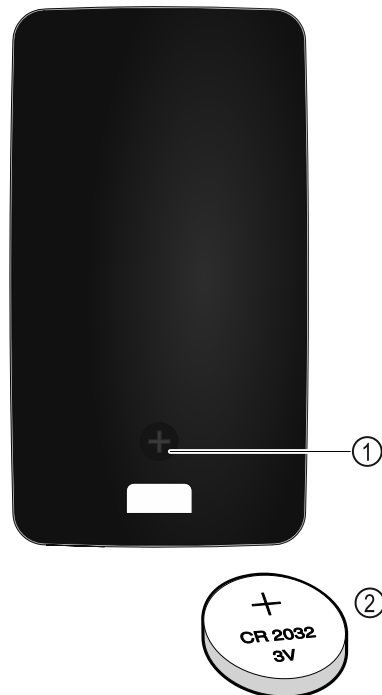

Fig. 229
El suministro eléctrico del mando a distancia se efectúa con una pila del tipo CR 2032 de 3 V Fig. 229 (2), a la venta en el comercio especializado.
- Desenroscar el tornillo Fig. 229 (1) de la parte trasera del mando a distancia.